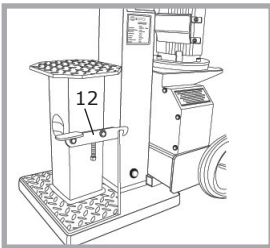

Abb. 11
Wenn das Spaltmesser in seine Ausgangslage zurückgefahren ist, muss der Schwenktisch, unter den nach oben gefahrenen Stamm, gedreht werden. Der Schwenktisch muss für den nachfolgenden Spaltvorgang am Ständer anliegen (siehe Abb. 11). Der Rasthebel (12) muss dabei einhaken. Betätigen Sie anschließend die Bedienhebel, so dass der Stamm auf dem Schwenktisch aufsetzt. Halten Sie nun den Stamm, indem Sie den Bedienhebel nach innen drücken, mit der Holzklammung fest. Nun kann der Holzstamm weiter durchgespalten werden.